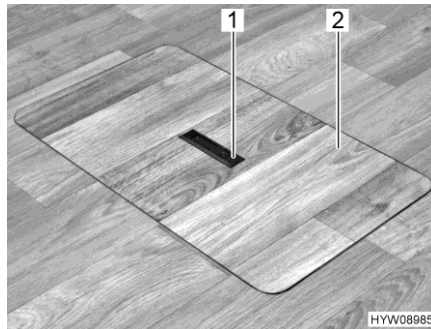
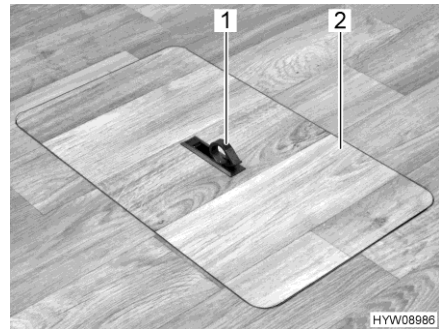

Bild 44 Lock för golvförvaringsfacket (handtag sänkt)
Bild 45 Lock för golvförvaringsfacket (handtag utsvängd)
- Tryck nedåt på ena sidan av gripplattan (Bild 44,1). Handtaget (Bild 45,1) svängs upp.
- Ta bort locket (Bild 45,2) uppåt.
- Sätt locket (Bild 45,2) i ramen i golvet.